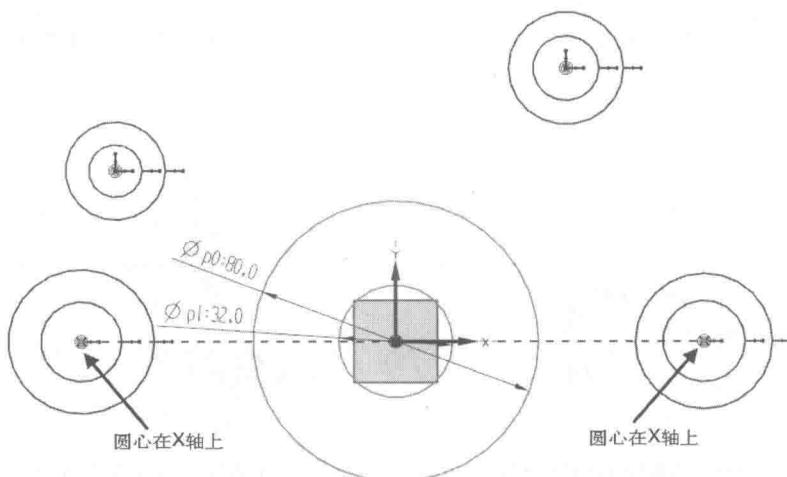

图 1-2-13 约束同心及圆心在 X 轴上
(6) 添加几何约束。在【草图工具】工具条中选择 (约束) 按钮，在草图中选择圆 1 和 2，在【约束】浮动工具条中选择 (同心) 按钮，约束其同心，同样约束圆 3 和 4 同心、圆 5 和 6 同心、圆 7 和 8 同心；接着在图中选择圆 1、2 的圆心，再选择 X 基准轴，在【约束】浮动工具条中选择 (点在曲线上) 按钮，同样约束圆 7、8 的圆心在 X 轴上，结果如图 1-2-13 所示。